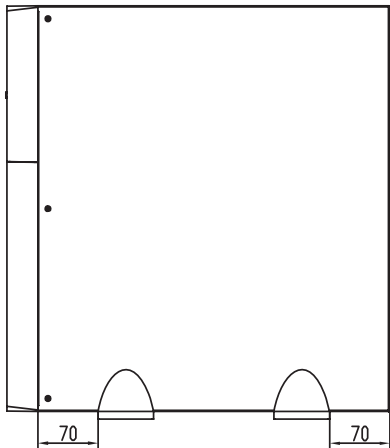

Fig. 4. Montaje vertical -tipo torre-.
- Colocar el SAI de pie entre las dos bases a una distancia de 70 mm desde cada extremo (ver la Fig. 4).